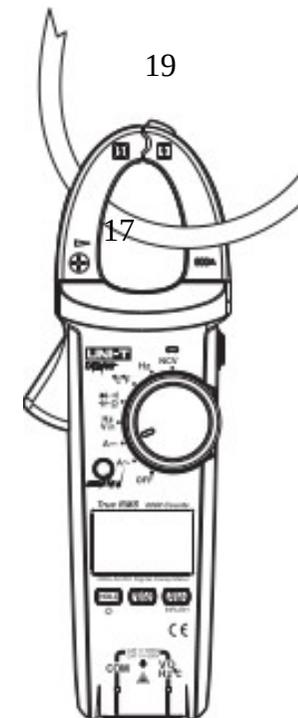

Figura 5
2. Corriente Continua (Solo UT216C) (Ver figura 5)